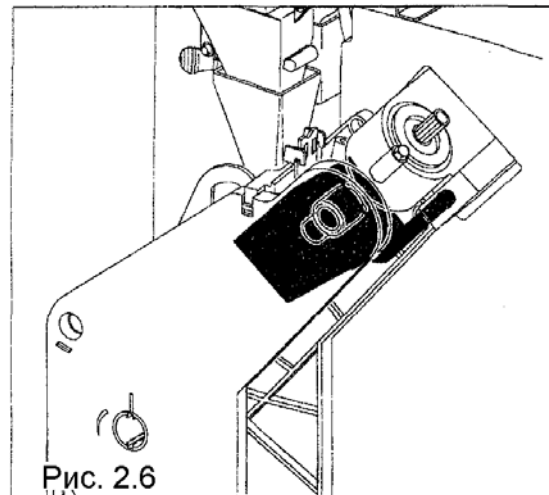

Рис. 2.6
- Насос, который дозирует воду в соответствии с запрограммированным количеством, управляемый специальным электронным устройством (измерителем объема), извлекает воду из бака для горячей воды для приготовления кофе (рис. 2.6).